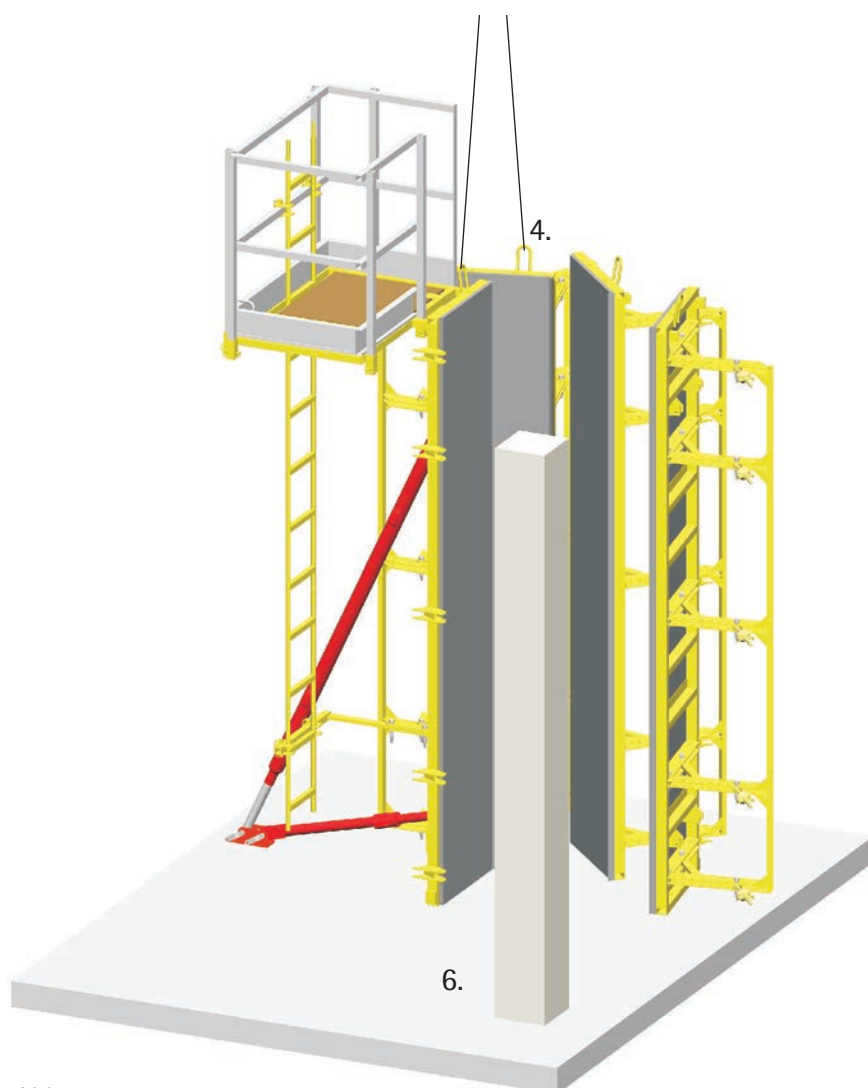

Abb.30
6. Restliche Schalung durch Aufklappen vom Beton lösen und mit einem Kranhub versetzen (Abb. 30).